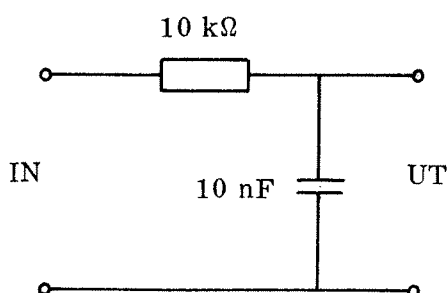

Bild 2
3.1.4 Anslut ett oscilloskop över ett brumfilter till respektive kraftenhets mätuttag. Lämpligt brumfilter, se bild 2.